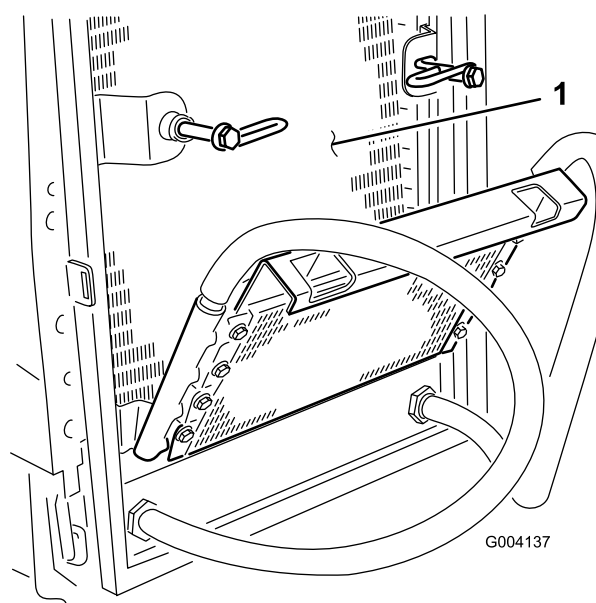

図 70
6. オイルクーラとラジエターの裏表を 図 70 圧縮空気ですていねいに清掃する。